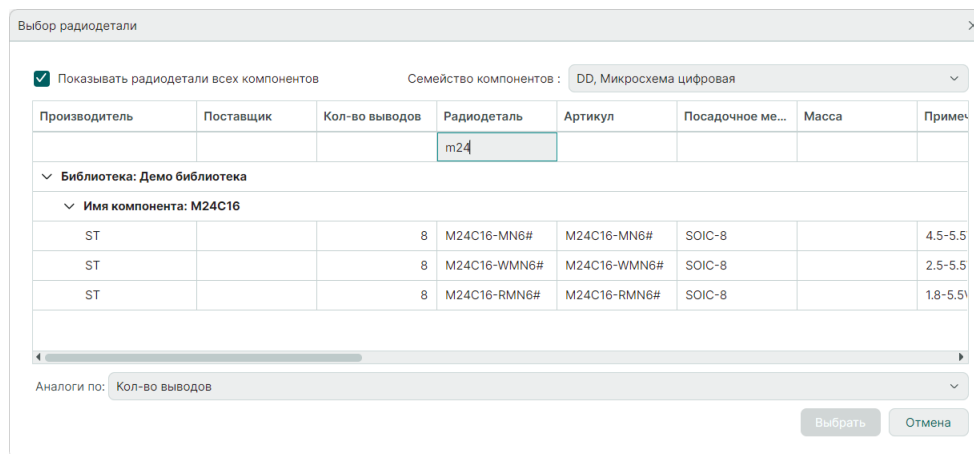

Рис. 106 Поиск по значениям атрибутов
7. Для осуществления поиска в окне «Выбор радиодетали» введите часть значения атрибута в строке под интересующим заголовком. После этого система отобразит значения атрибутов, которые содержат введенные символы, Рис. 106.